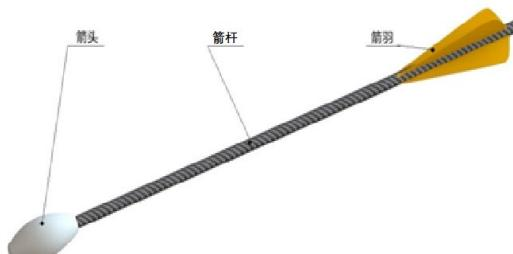

图 3 箭
b) 箭的外形如图 3 所示, 总长度 600mm, 总质量 107g。箭杆直径 12mm, 用碳纤维管制成。箭头的材料为硅橡胶, 最大直径为 40mm, 长约 80mm。箭尾有均布在箭杆周围的四片箭羽, 长约 130mm, 最大径向宽度约为 25mm。每场比赛中, 参赛队应自行准备符合要求的 20 支箭。